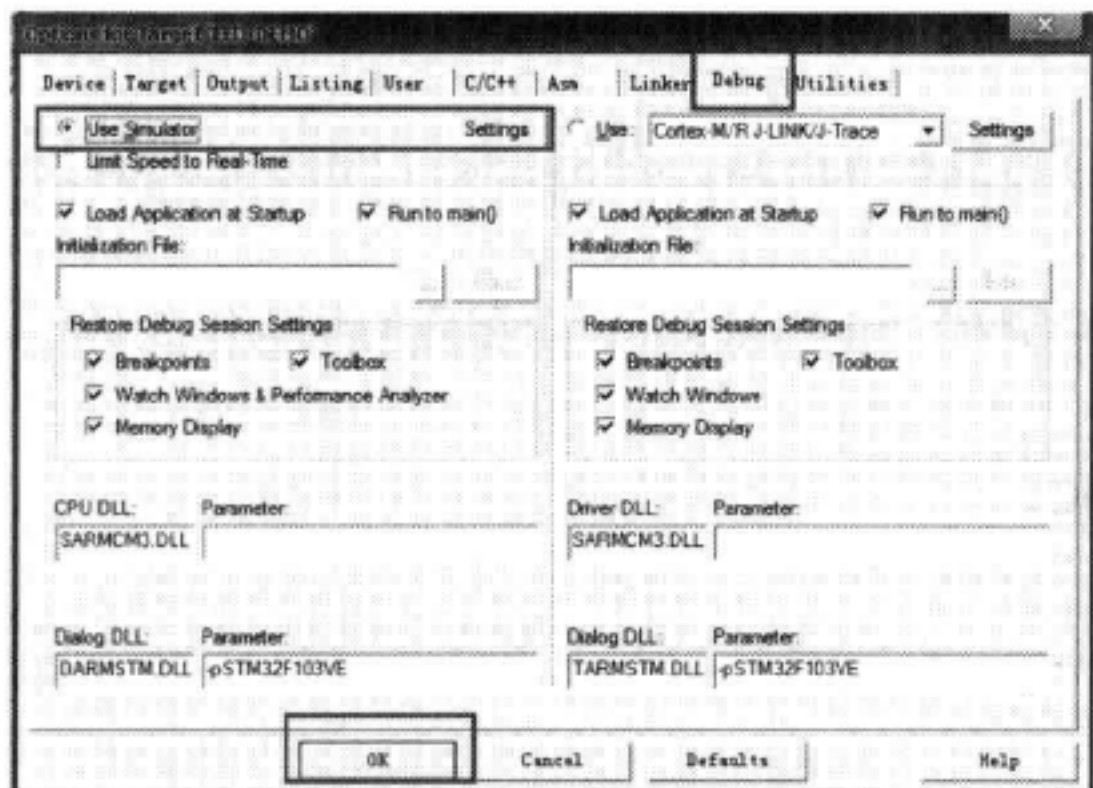

图 5-1 选择软件仿真
- 1) 首先进行仿真环境配置，点击 ，弹出选择菜单，配置为使用软件仿真，见图 5-1。